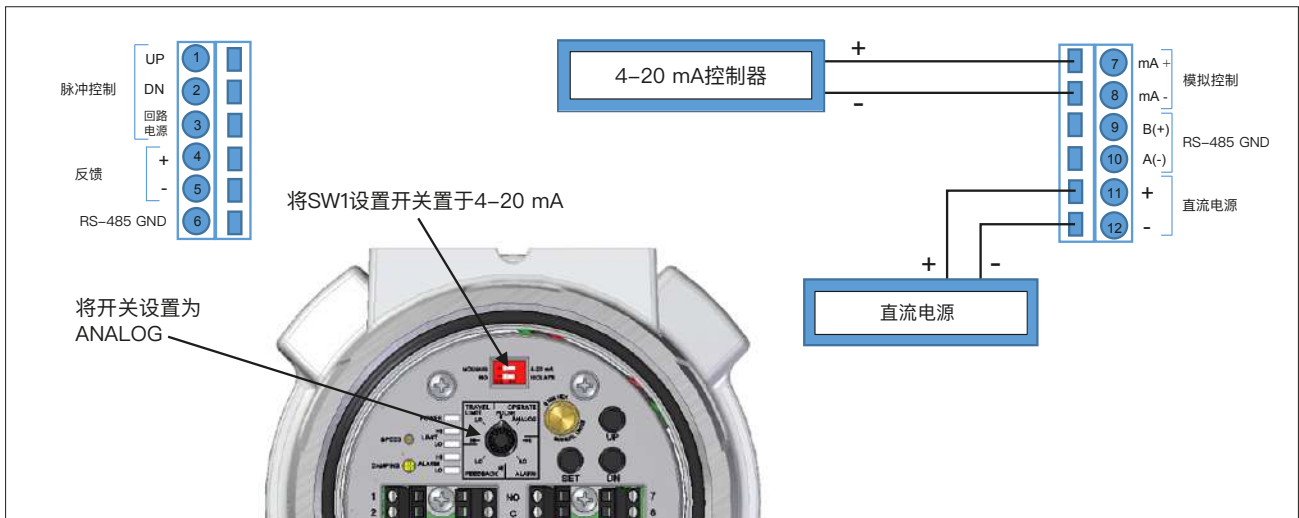

图 5 4-20 mA模拟控制
- 2.1 将4–20 mA信号源连接至模拟控制输入端子。(参见图5)